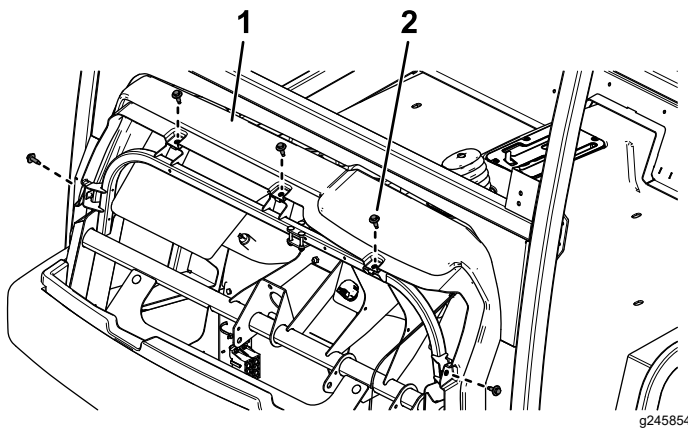

Figura 39
1. Retire os cinco parafusos de cabeça de anilha sextavada do painel (Figura 39).